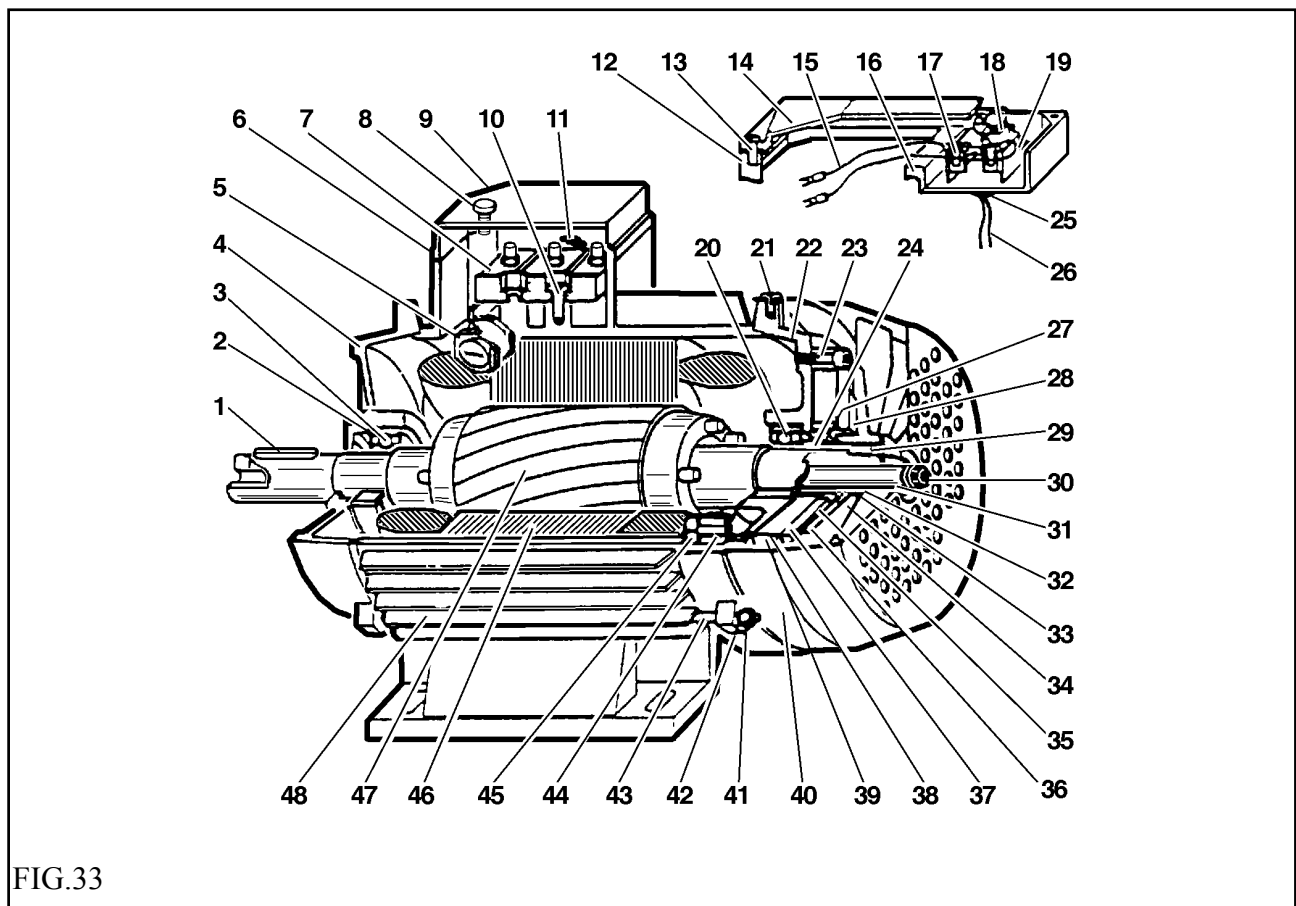

FIG.33
15.2 Manutenzione del freno elettromagnetico del motore (fig. 33).